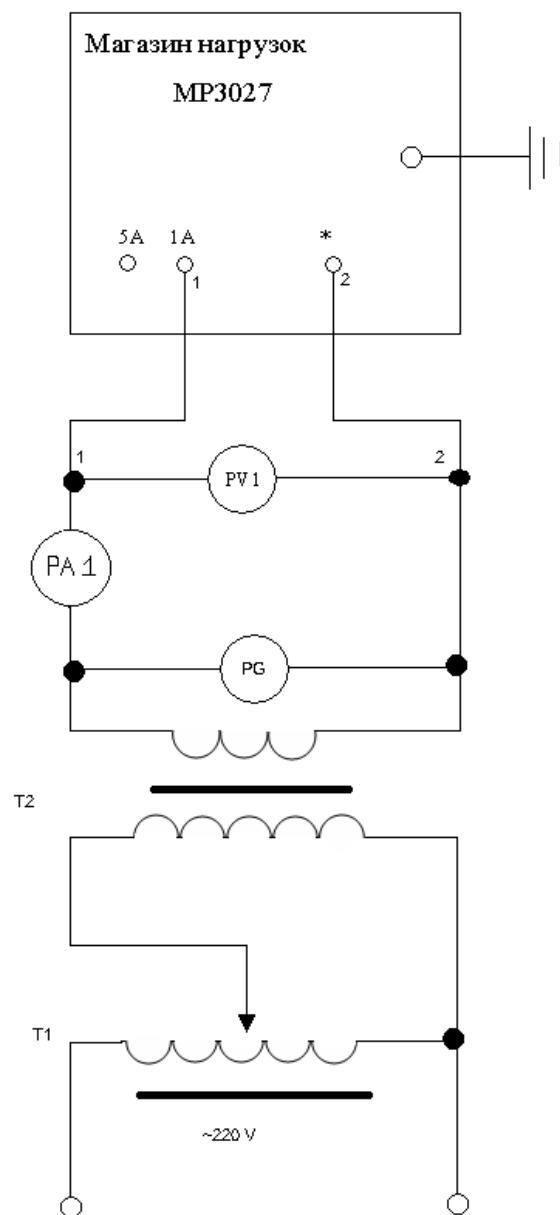

Рисунок 3 - Схема измерения комплексного сопротивления нагрузок магазина MP3027
4.6.3.1 Собрать схему измерения (рисунок 3).